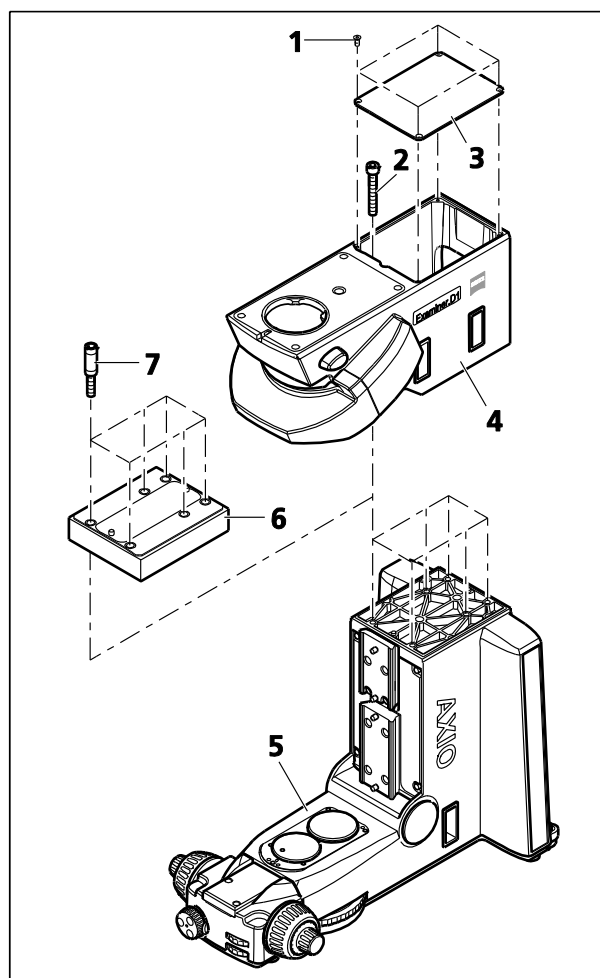

Figure 3-32 Remplacement de la partie supérieure du statif, insertion d'un adaptateur
- Dévisser les quatre vis de fixation (Figure 3-32/1) qui maintiennent le capot.
- Retirer le capot (Figure 3-32/3) de la partie supérieure du statif. Pour ce faire, insérer un tournevis dans l'encoche située à l'avant et l'utiliser pour soulever le capot.
- Maintenir la partie supérieure du statif (Figure 3-32/4) en place, dévisser les six vis à tête hexagonale (Figure 3-32/2), puis retirer la partie supérieure du statif.
- Si un adaptateur (Figure 3-32/6) doit être installé, visser les douilles d'entretoise (Figure 3-32/7) dans la partie inférieure du statif, et installer l'adaptateur de 30 mm.
- Positionner la partie supérieure du statif (Figure 3-32/4) à installer sur sa partie inférieure (Figure 3-32/5) ou sur l'adaptateur, la maintenir en place et la visser en serrant les six vis à tête hexagonale (Figure 3-32/2).
- Remettre le capot en place (Figure 3-32/3).
- Visser et serrer les quatre vis de fixation du capot (Figure 3-32/1).